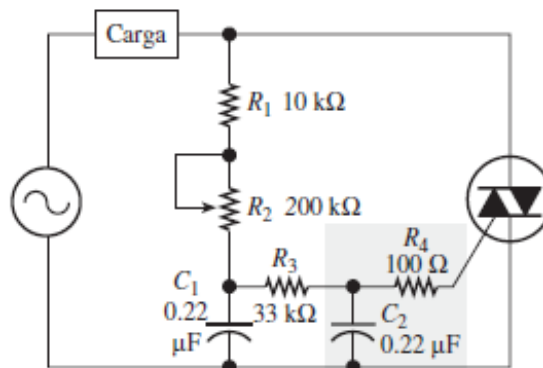

Figura 01. Circuito de control de potencia con triac.
**5.1 Control de potencia con triac.-** Simular el circuito de la figura 01 en Proteus, armar el circuito en protoboard, Capturar los oscilogramas de los voltajes de entrada y de salida observando el ángulo alfa y el ángulo de conducción cuando se regula R2.